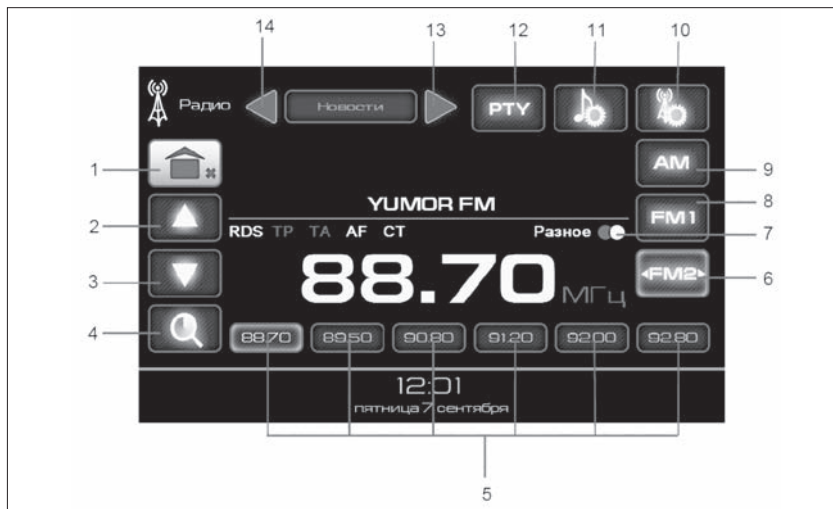

Рис. 55. Окно режима «Радио»
Кнопки **AM**, **FM1**, **FM2-FM4** (рис. 55) позволяют выбрать необходимый диапазон работы:
Длительное удерживание кнопки **1** (рис. 55) приводит к выходу в главное меню с выключение звука радиоприемника. Короткое нажатие кнопки **1** (рис. 55) позволяет перейти в главное меню, не выключая **Радио**.
Для включения автоматической настройки (автопоиска) вверх (вниз) по частоте нажмите кнопку **▲ (2)** или **▼ (3)** (рис. 55) и удерживайте ее в этом положении более 2-х секунд.
Последовательным коротким нажатием кнопок **▲ (2)** или **▼ (3)** (рис. 55) установите требуемую частоту настройки.
течение 2-х секунд кнопку **4** (рис. 55), после этого ММС автоматически настроится на частоты восемнадцати станций и запомнит их. После запоминания радиостанций ММС автоматически переключится в режим прослушивания первой запомненной радиостанции.
Для сохранения в памяти ММС выбранной радиостанции, нажмите и удерживайте в течение 2-х секунд одну из кнопок **5** (рис. 55). Переключение на сохраненную радиостанцию осуществляется коротким нажатием на одну из кнопок **5** (рис. 55).
**OO** кнопка **7** (рис. 55). Нажав кнопку **7** (рис. 55), можно принудительно переключить ММС в моно режим.
Для выбора типа программ при приеме RDS-станций нажмите кнопку **PTY** (рис. 55). На дисплее появится символ **PTY**. Кнопки **(13) ◀** и **(14) ▶** (рис. 55) позволяют выбрать тип программы, которая будет использоваться в режиме автоматического поиска частоты.
Для автоматического поиска радиостанции, передающей выбранный тип программы, нажмите и удерживайте в течение 2-х секунд кнопки **▲ (2)** или **▼ (3)** на рис. 55.